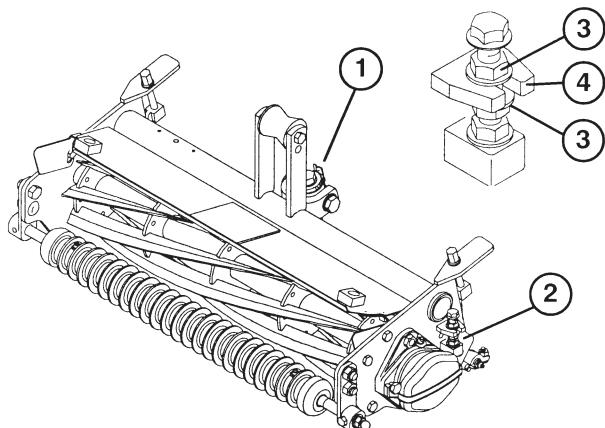

Figure 1
Reglage du contact contre-lame/cylindre (Fig. 1 & 2)
dans le sens inverse des aiguilles d'une montre (Fig. 1).
5. Tournez les écrous à bride (voir encadré à la Fig. 1) en haut et en bas de la patte du châssis, dans le sens horaire ou anti-horaire pour éléver ou